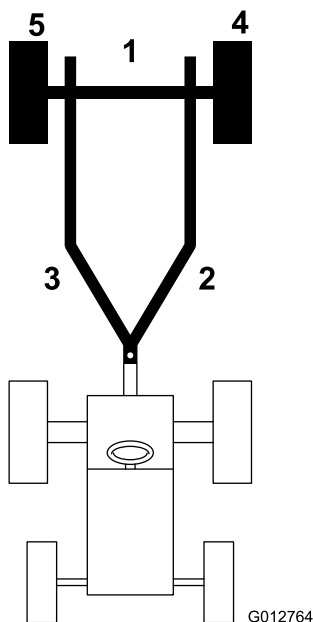

图 18
3. 向下推控制杆在机架移动的情况下降下剪草机以消除行驶的拖拉机驱动轮在草皮上导致草皮损坏的可能性。使用控制面板顶部的图作为降低剪草机的指南图 18。